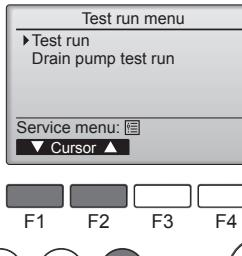

Fig. 7-2
- ② Επιλέξτε "Test run" (Εκτέλεση ελέγχου) από το Test run menu (μενού "Εκτέλεση ελέγχου") και πατήστε το κουμπί [ΕΠΙΛΟΓΗ]. (Fig. 7-2)
- ③ Η λειτουργία εκτέλεσης ελέγχου ζεκινά και εμφανίζεται η οθόνη της λειτουργίας Test run (Εκτέλεση ελέγχου).